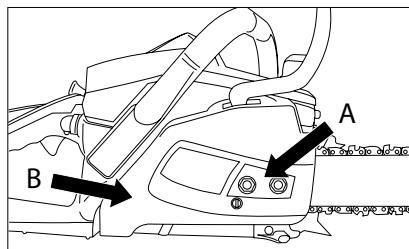

Рис. 5
3. Отвъртете двете гайки (A), които закрепват шина и защитен капак. Снемете защитен капак заедно с щит на спирачка на веригата (B) (рис. 5).